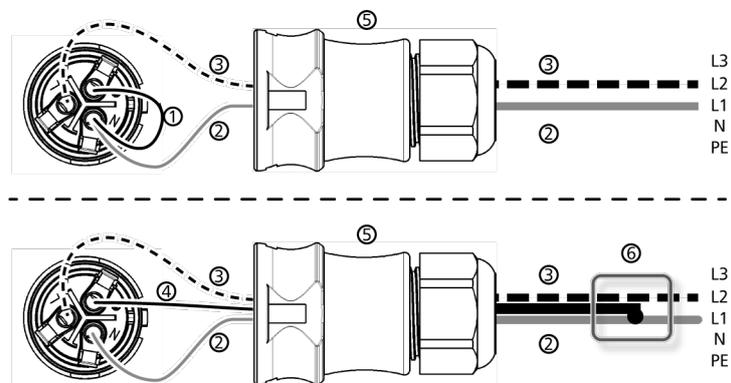

Fig. 8: Collegamento di N ed FE nel connettore CA (sopra) o sottoripartitore (sotto)
- N ed L vengono collegate dal lato dell'inverter tra i conduttori esterni L1 – L2. Vedi ② e ③ in Fig. 8.
Fig. 8 mostra il collegamento lato inverter di L1 ed FE:
2. ➤ Collegare dal lato inverter una delle due fasi collegate con FE. Stabilire il collegamento o nel connettore CA o in un sottoripartitore esterno secondo Fig. 8.